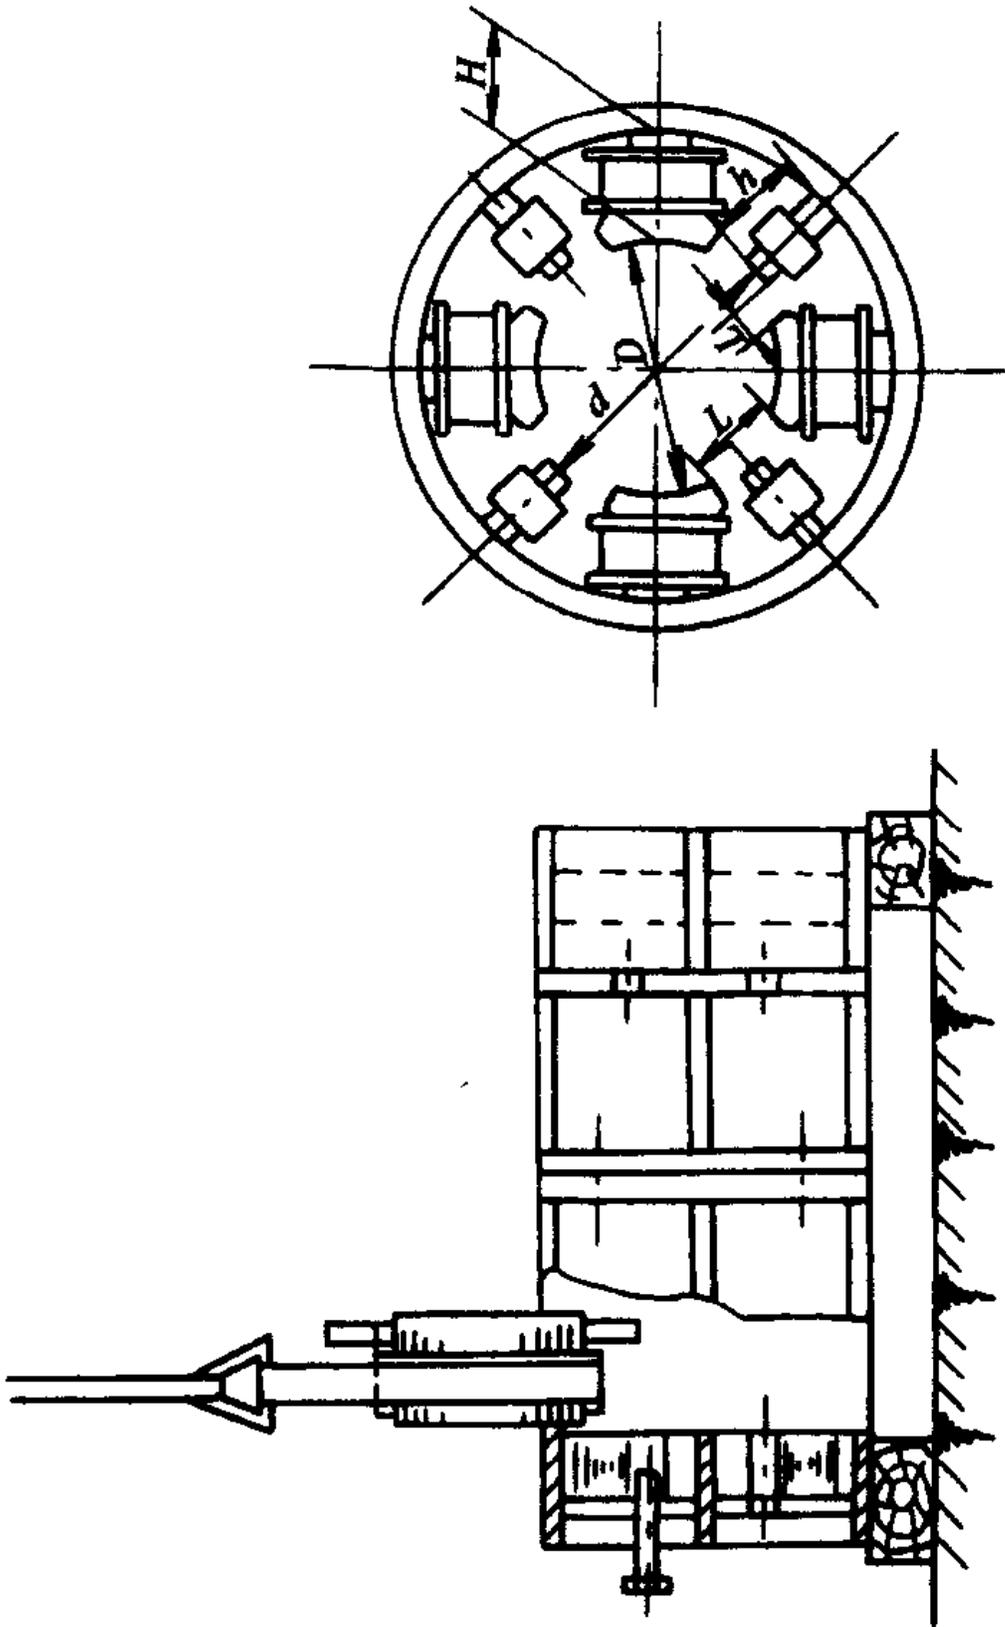

图 1-3 定子磁极装配方法和检查
(1) 用内径千分尺测量磁极中心处的径向距离，见图 1-3。主极内径为 D ，换向极内径为 d ；测极间距离 H 、 h 。
橡胶管的细钢丝绳吊起,放入机座内,用螺栓将主极固定在机座上,并初步紧固好,见图 1-3。